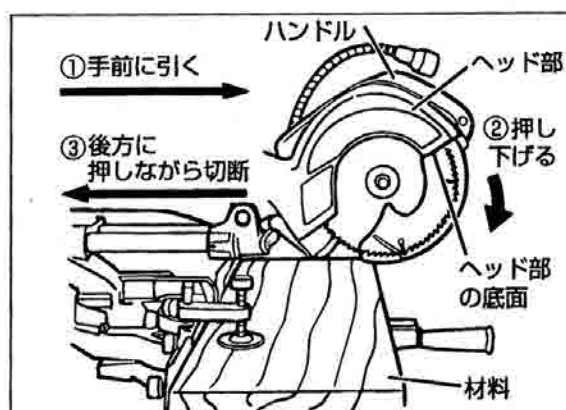

図24
注) ・高さが60mmの材料を切断する場合は、ノコ刃が下限位置のときヘッド部(図24参照)の底面と材料の
①ハンドルを持ち手前にヘッド部をスライドさせます。
次に、②ハンドルを押し下げて押し切り切断をしノコ刃が下限位置まで下がってから、後方に押し（スライドさせ）切断します。（図24）